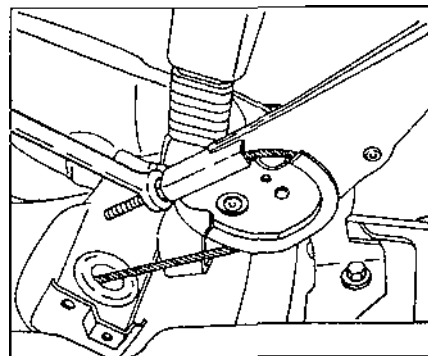

Рис. 7.58
- заворачивать регулировочную гайку привода стояночного тормоза до тех пор, пока задние колеса не станут с трудом проворачиваться вручную (рис. 7.58);